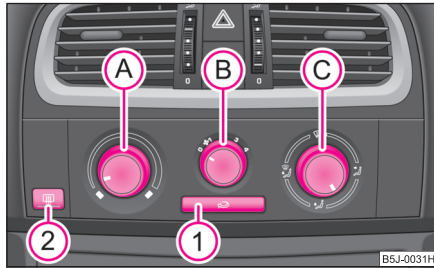

Abb. 82 Heizung: Bedienungselemente
- Drehen Sie den Drehregler (A) ⇒ Abb. 82 nach rechts, um die Temperatur zu erhöhen.
- Drehen Sie den Drehregler (A) nach links, um die Temperatur zu senken.
- Drehregler **(A)** ⇒ Seite 77, Abb. 82 bis zum Anschlag nach rechts,
- Drehregler **(A)** ⇒ Seite 77, Abb. 82 bis zum Anschlag nach links,
- Drücken Sie die Taste , das Tasten-Symbol  leuchtet auf ⇒ Seite 77, Abb. 82.
Wenn der Luftverteilungsregler  in der Position  ⇒ Seite 77, Abb. 82 steht, wird der Umluftbetrieb automatisch ausgeschaltet. Durch wiederholtes Drücken der Drucktaste  können Sie auch in dieser Stellung den Umluftbetrieb wieder einschalten.
Die Luftzufuhr für die einzelnen Düsen stellen Sie mit dem Luftverteilungsregler  ein ⇒ Seite 77, Abb. 82. Die Luftaustrittsdüsen 3 und 4 können einzeln geschlossen und geöffnet werden.
Aus den geöffneten Luftaustrittsdüsen strömt je nach Stellung des Drehreglers  ⇒ Seite 77, Abb. 82 und nach Klimabedingungen erwärmte oder nicht erwärmte Luft. ■